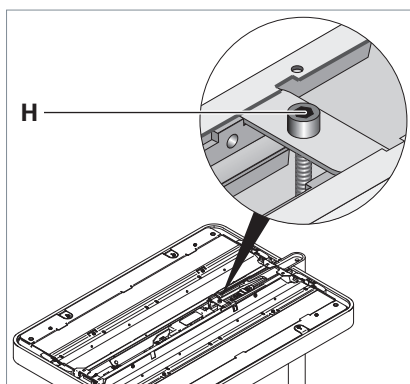

Fig. 5: Regolazione della testa dell'apparecchio d'illuminazione.
- Ruotare la vite di registro **H** finché la testa dell'apparecchio non si trova in posizione orizzontale, vedi Fig. 5.